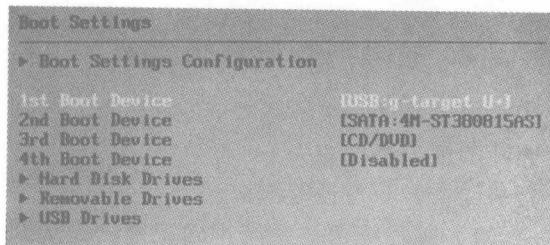

图 1-4 BIOS 中的设备启动顺序
3) 检查 BIOS 中的设置，如启动顺序、启动磁盘的设备参数等。建议通过清除 CMOS 来恢复默认设置，如图 1-4 所示。